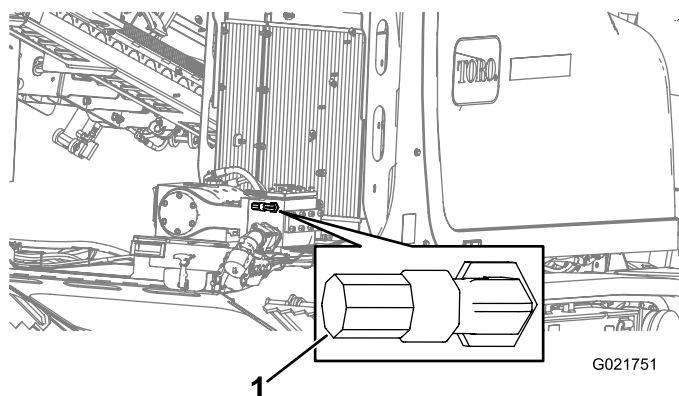

Рисунок 155
5. Подсоедините съемный поливной шланг к штуцеру (Рисунок 155).